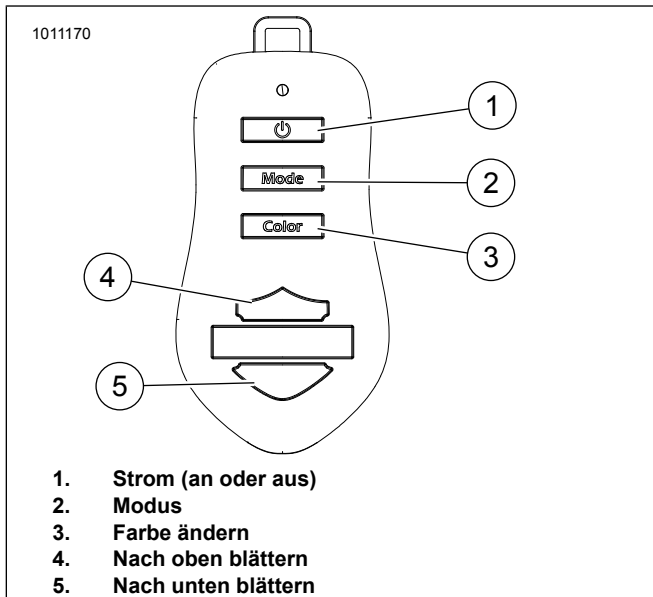

Abbildung 3. Schlüsselanhänger
2. Siehe Abbildung 3. Die Ein/Aus-Taste (1) am Schlüsselanhänger betätigen.
1. Siehe Abbildung 3. Die Modus-Taste (2) drücken, um zwischen den drei Modi zu wechseln.
- b. Die Pfeiltaste nach oben (4) drücken, um die Geschwindigkeit stufenweise zu erhöhen. Zum schnellen Erhöhen der Geschwindigkeit die Taste gedrückt halten.
- c. Die Pfeiltaste nach unten (5) drücken, um die Geschwindigkeit stufenweise zu verringern. Zum schnellen Verringern der Geschwindigkeit die Taste gedrückt halten.
1. Siehe Abbildung 3. Die Farbe-ändern-Taste (3) drücken, um durch die Farbzonenvoreinstellungen zu blättern und sie zu ändern.